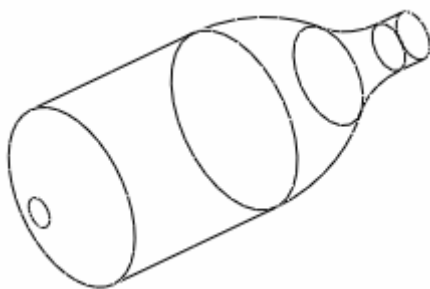

图 65-7
- (5) 单击 ，完成草图绘制返回特征操控板，单击 ，完成特征建立，如图 65-7 所示。